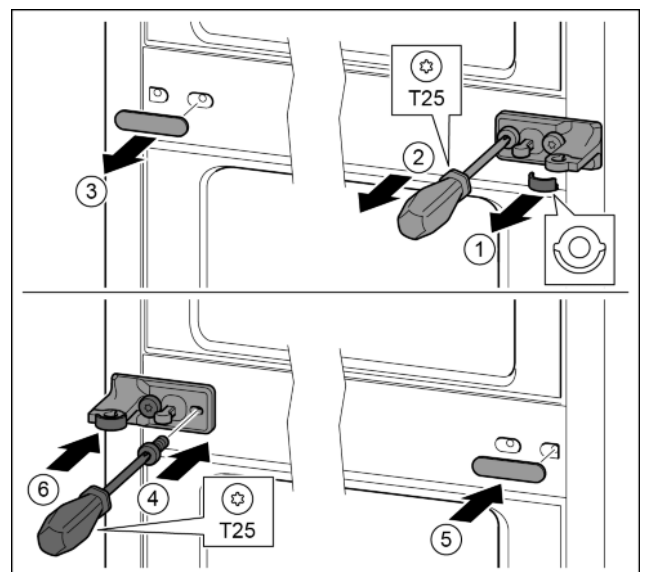

Fig. 26
- ▶ Scheibe abziehen. Fig. 26 (1)
- ▶ Schrauben mit Schraubendreher T25 herausdrehen. *Fig. 26 (2)*
- ▶ Abdeckung vorsichtig abziehen. *Fig. 26 (3)*
- ▶ Lagerbock mit Folie um 180° gedreht auf der anderen Seite fest anschrauben. *Fig. 26 (4)*
- ▶ Abdeckung um 180° gedreht auf der anderen Seite anbringen. *Fig. 26 (5)*
- ▶ Scheibe von vorn aufschieben. *Fig. 26 (6)*